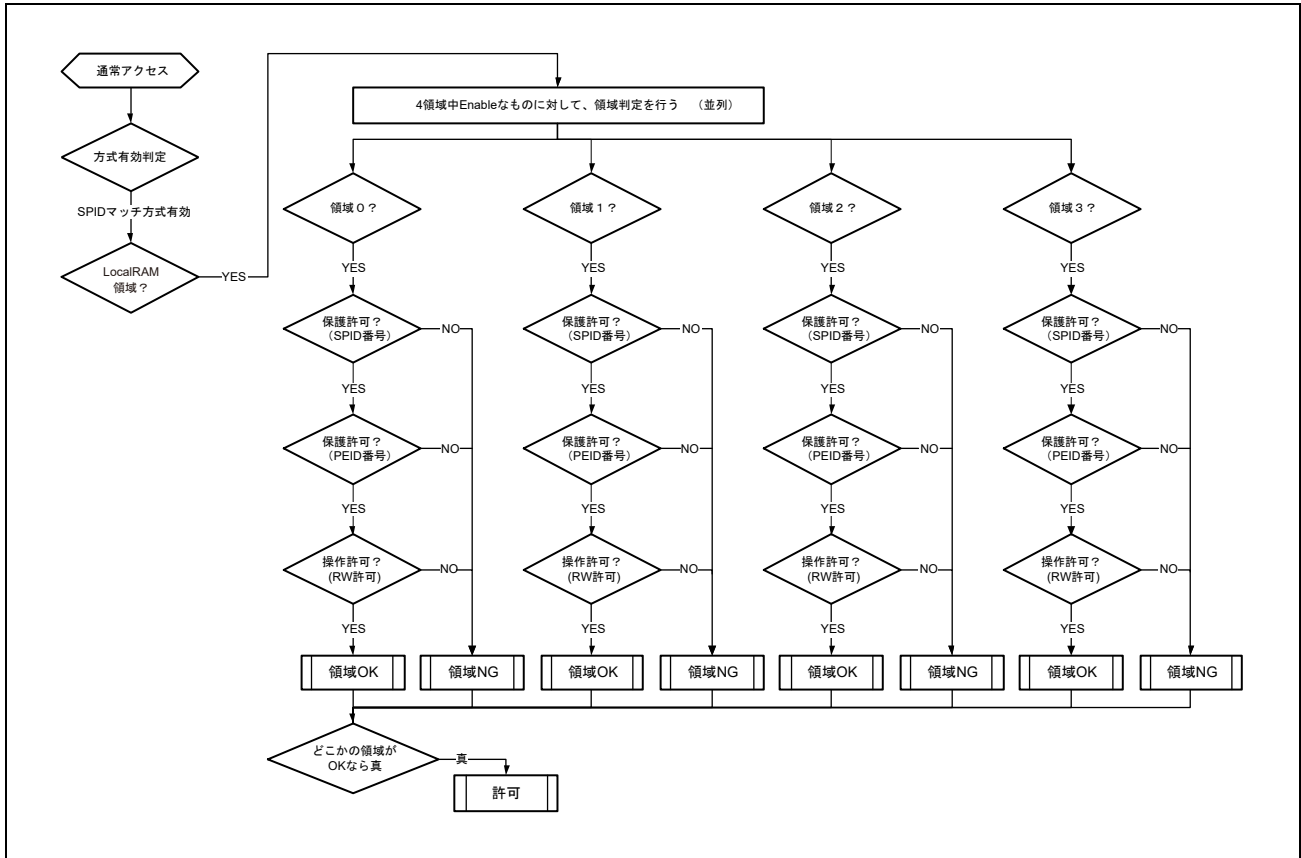

図 3.5 プロセッサ・エレメント (PEID) 及びシステム保護識別子 (SPID) によるアクセス許可
(2) PEID と SPID による保護
- 「プロセッサ・エレメント (PEID)」「システム保護識別子 (SPID)」によるアクセス許可 (図 3.5 を参照)